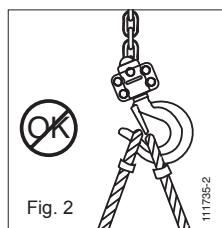

Fig. 2
1. Controleer of de Bravo™ AC-takel correct op de ophanghaak opgehangen is (tek. 5, fig. 1) en of de veiligheidspal van de haak (tek. 6, fig. 1) goed gesloten is (zie fig. 2 en 3).
1. dat het verankeraccessoire van de last de haak volledig draagt en de sluiting van de veiligheidspal niet hindert (zie fig. 2 en 3).